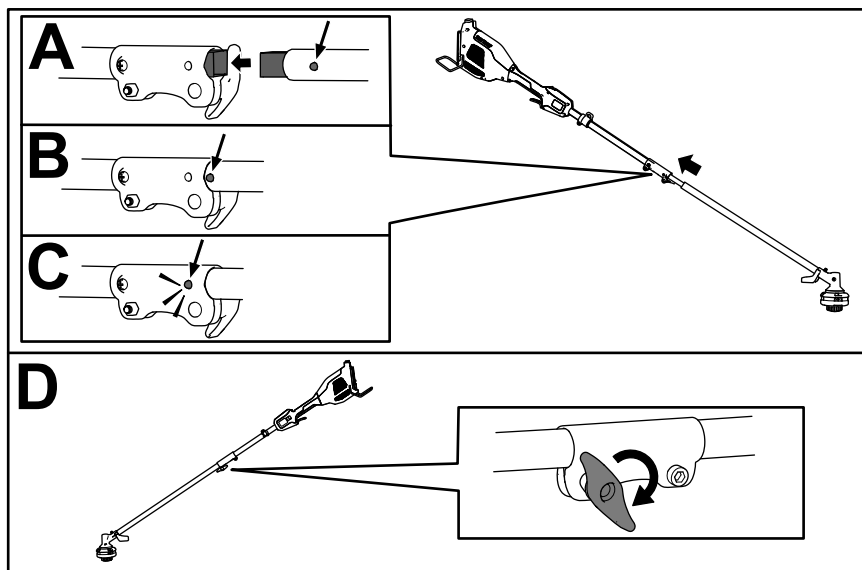

Figure 4
1. Insérez l'arbre carré de la débroussailleuse dans l'arbre carré de la tête électrique (A de Figure 4).
2. Placez le bouton de verrouillage situé sur la moitié inférieure du manche en face du trou situé sur la moitié supérieure, et emboîtez les 2 moitiés ensemble (B et C de la Figure 4).
**Remarque:** Le bouton de verrouillage s'enclenche dans le trou quand les deux moitiés du manche sont correctement emboîtées (C de la Figure 4).
3. À l'aide de la poignée, serrez la vis sur le connecteur du manche jusqu'à ce qu'il soit bien fixé (D de la Figure 4).